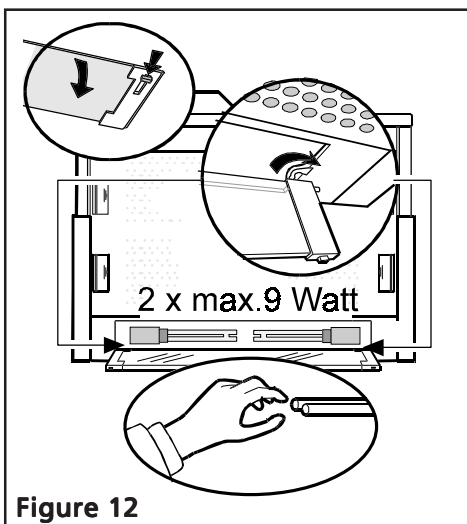

Figure 12
- Retirer le plafonnier Q, en appuyant simultanément sur les deux poussoirs de déblocage R (Figure 12). Pour des raisons de sécurité, il est opportun de sortir le plafonnier à travers les guides de suspension G.